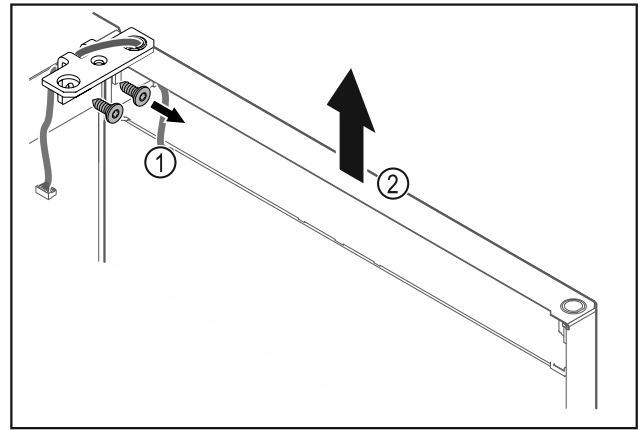

Fig. 15
- Dévisser l'équerre de la charnière Fig. 15 (1).
- Soulever la porte (équerre de charnière incluse) Fig. 15 (2) d'environ 200 mm et la retirer.